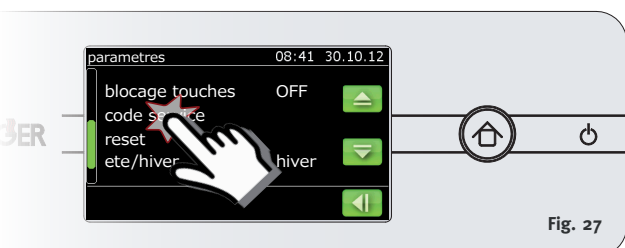

Fig. 27
2. Sélectionnez dans le menu principal **Réglages** -> **Code de service** (Fig. 27)